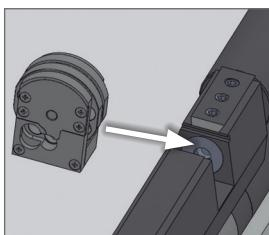

Fig. 16. Paso 4
- La boca de carga quedará al descubierto tal como se ve en la fig. 16 (Paso 4).
- Alinee el cargador con la ranura y acópelo a la carabina tal como se indica en la fig. 16 (Paso 4).